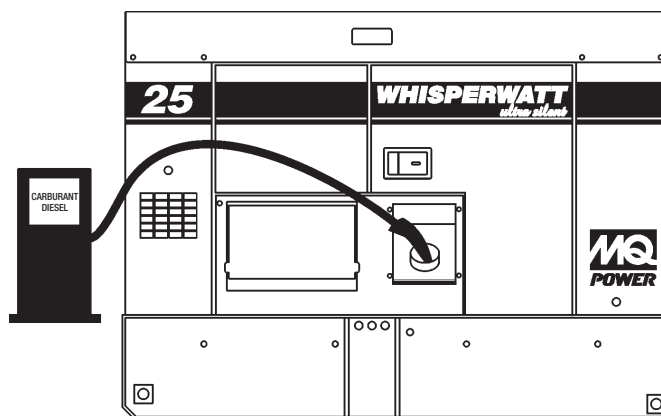

Figure 34. Alimenter le générateur
2. Ouvrir les portes du chariot sur le « côté droit » du générateur (de la position du panneau de commande du générateur). Retirer le bouchon du réservoir et remplir le réservoir (Figure 34).